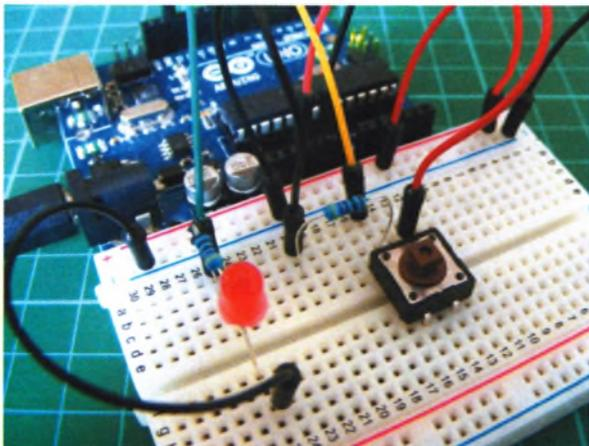

РИСУНОК 1.3
1. Установите кнопку на макетную плату, как показано на рис. 1.3.